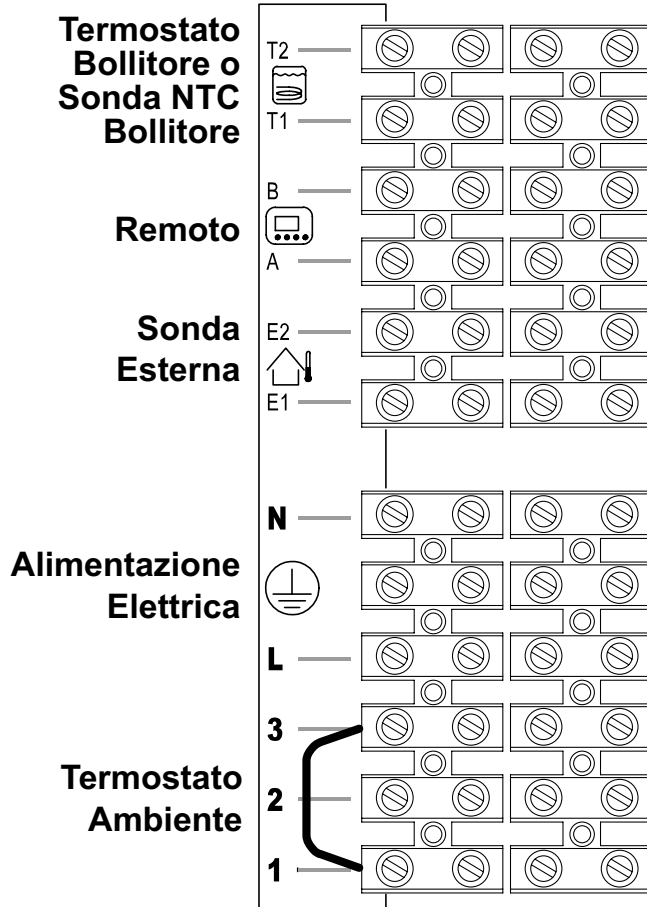
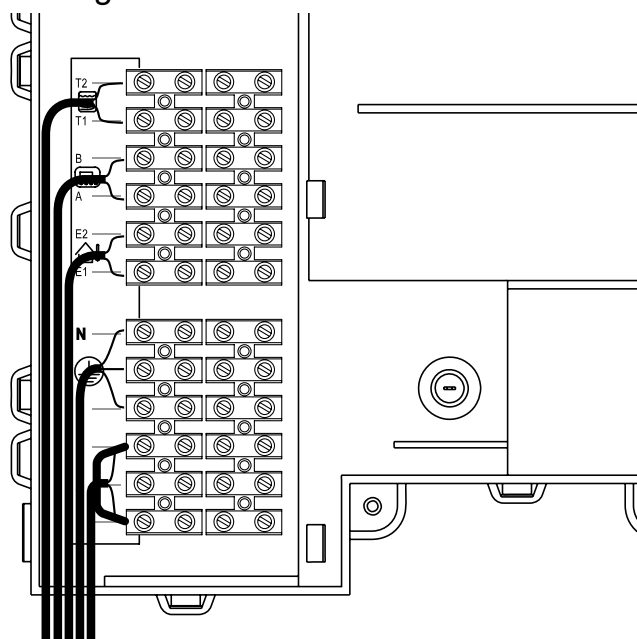

Figura 5.20
Figura 5.21
- Collegare il cavo di alimentazione elettrica proveniente dall'interruttore onnipolare alla morsetti di alimentazione elettrica della caldaia Figura 5.20 rispettando la corrispondenza della linea (filo marrone) e del neutro (filo azzurro).
Il percorso del cavo o dei fili di alimentazione elettrica della caldaia e del termostato ambiente devono seguire il percorso indicato in Figura 5.21 .
Per il collegamento di un termostato ambiente servirsi dei morsetti indicati in Figura 5.20.
Per il collegamento di valvole di zona servirsi dei morsetti termostato ambiente indicati in Figura 5.20 e Figura 5.21. I conduttori elettrici dei contatti del micro della valvola di zona vanno inseriti nei i morsetti "1 e 3" del-
la morsettieria termostato ambiente come in Figura 5.21 .
Il percorso dei fili di collegamento della sonda esterna devono seguire il percorso indicato in Figura 5.21 .